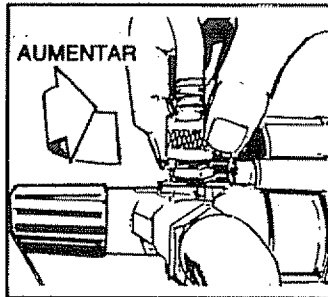

FIG. 14
- Encienda la máquina lavadora y aplique el detergente a una superficie seca, comenzando en la parte de abajo y terminando en la parte de arriba. También puede concentrar la concentración de detergente girando la perilla del detergente (Fig. 14).